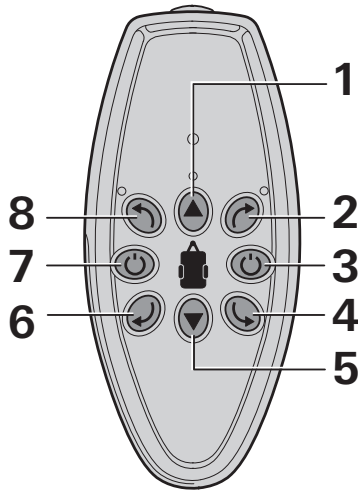
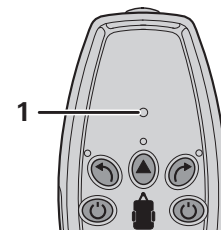

Bild 2
Bild 6
- Taste (Bild 2 - 7) auf der Fernbedienung drücken bis die LEDs aufleuchten (Bild 6 - 1).
Die „Ausschalten“ Taste (Bild 2 - 3) der Fernbedienung dient auch als „Not-Aus-Schalter“. Bei Auffälligkeiten, z. B. unkontrolliertes Verhalten des GO2 muss die „Ausschalten“ Taste sofort gedrückt werden.
– Mit den Richtungstasten (Bild 2 - 1/2/4/5/6/8) den Wohnwagen in die gewünschte Richtung bewegen.
Werden die gegenüberliegenden Richtungstasten (Bild 2 - 2/6 oder 4/8) gleichzeitig gedrückt, rotiert der Wohnwagen um die eigne Achse in der jeweiligen Richtung.
– Während der Fahrt (Vorwärts/Rückwärts) kann mit den Richtungstasten (Bild 2 - 2/8 und 4/6) die Fahrtrichtung geändert werden.
– Taste (Bild 2 - 3) auf der Fernbedienung drücken. Die LED-Beleuchtung erlischt.